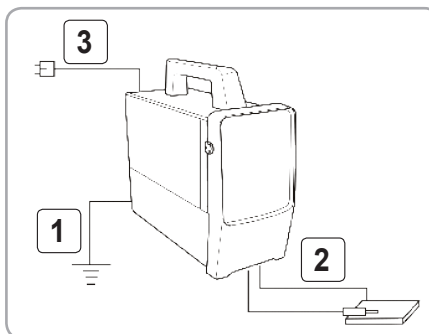

Fig.4
Instalarea invertorului (fig.4):
- Verificați cablul electric pe toată lungimea acestuia, verificați și ștecherul înainte și după fiecare utilizare (fig. 4 (1)).
- Modul în care se face împământarea este prin conectarea acestui cablu între priza de împământare și șurubul din spatele aparatului (fig. 4 (2)).
- Cleștele de masă se va conecta la piesa ce urmează să fie prelucrată asigurând un contact cât mai bun și cât mai aproape de zona ce urmează să fie prelucrată (fig. 4 (3)).